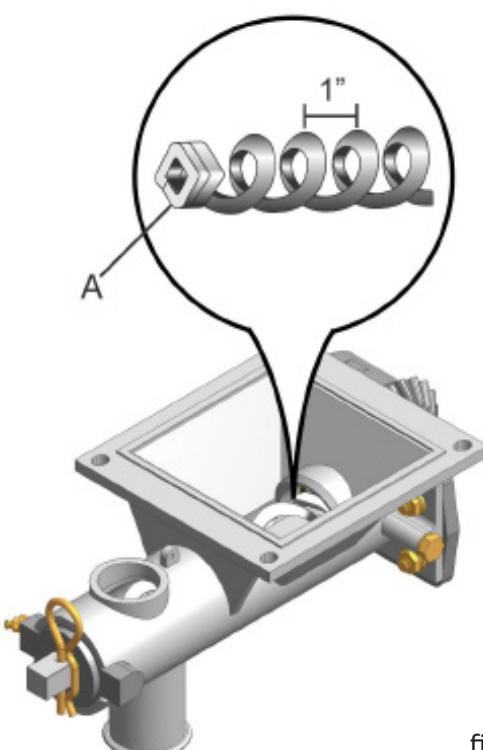

fig. 15
A distribuição do adubo é realizada através da caixa dosadora do adubo, através da rosca sem-fim (A) (fig. 15).